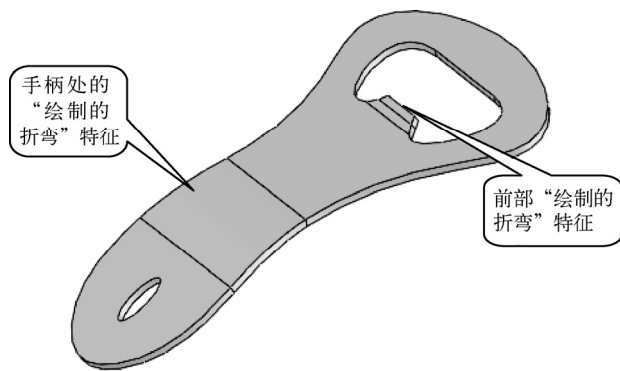

图 8-61 需创建的起子钣金模型
- (1) 使用本章所学的知识，创建如图 8-61 所示的起子钣金模型。